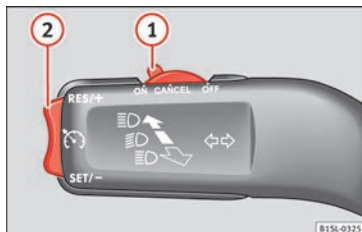

Abb. 34 Schalter und Bedienelemente der GRA.
- Die GRA anschließen: den Schalter **»» Abb. 34 1** in die Stellung **ON** schieben. Das System ist eingeschaltet. Da noch keine Geschwindigkeit gespeichert ist, erfolgt noch keine Regelung.
- GRA aktivieren: drücken Sie die Taste **»» Abb. 34 2** im Bereich **SET/-**. Die aktuelle Geschwindigkeit wird gespeichert und geregelt.
- GRA vorübergehend abschalten: Schieben Sie den Schalter **»» Abb. 34 1** bis **CANCEL** oder treten Sie auf die Bremse. Regelung wird vorübergehend abgeschaltet.
- GRA wieder einschalten: Drücken Sie die Taste **»» Abb. 34 2** in **RES/+**. Die gespeicherte
- GRA abschalten: Schalter **»» Abb. 34 1** auf **OFF** schieben. Das System wird abgeschaltet und die gespeicherte Geschwindigkeit gelöscht.